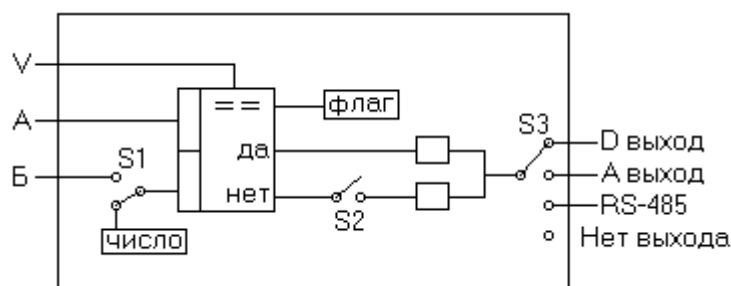

Рисунок 4.8
4.6.8 Условия «Если равно» и «Если не равно» предназначены для сравнения состояния дискретных входов. Логическая схема условия показана на рис. 4.8, но в качестве числа может использоваться только 0 или 1.